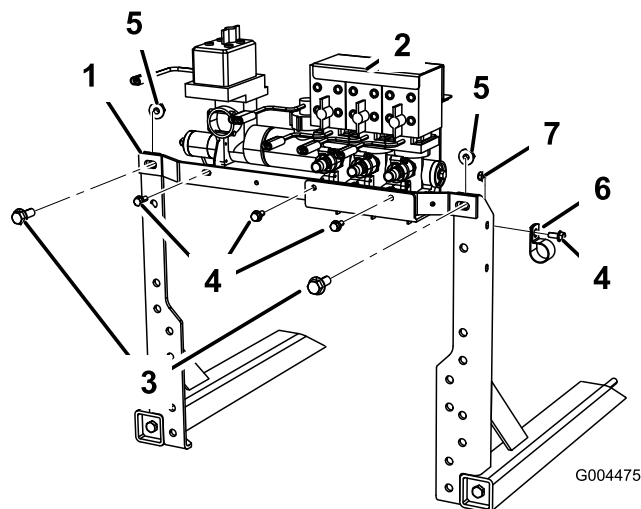

図 9
1. 先ほど取り外した締結具を利用して、バルブアップライト直立部に新しい横部材を取り付ける 図 9。
2. バルブ・アセンブリを固定するボルト5/16 x 3/4 インチを使用する 図 9を参照。
3. 右ブームアップライトにホースクランプを取り付ける 図 9。
1. 車体前部から伸びている中央ブーム用給液ホースを探し出し、このホースを、右側ブームアップライト図 9に取り付けられているR